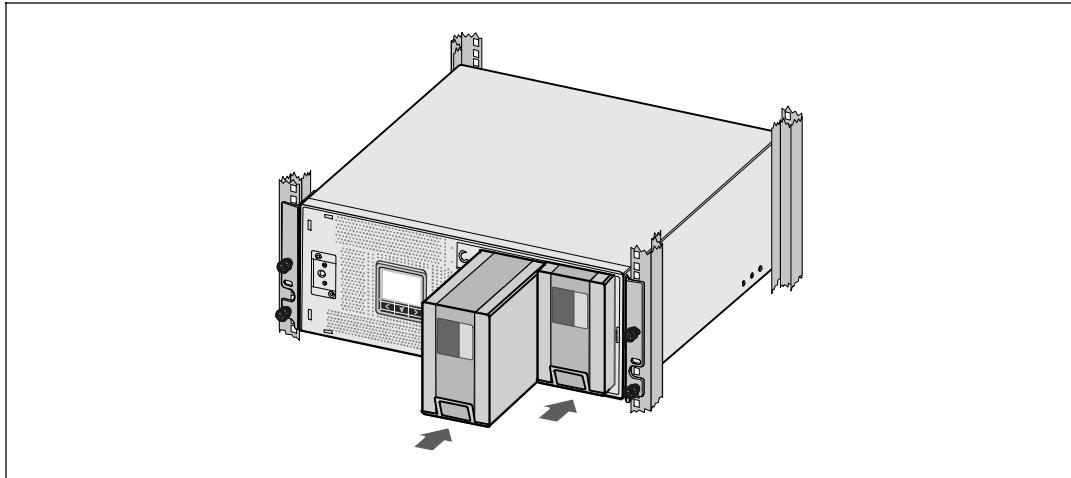

図15.バッテリートレーの取り付け方法
- 8** UPSバッテリートレーを取り付けます（図15を参照）。